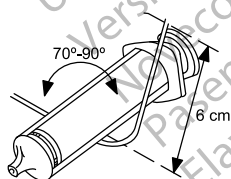

Figure 3. Courber le mandrin
2. Sélectionner le mandrin selon la fonction et la rigidité souhaitées. Si nécessaire, courber délicatement le mandrin à l'aide d'un instrument stérile, à surface lisse (p. ex., le corps d'une seringue de 10 ou 12 ml) (Figure 3 Courber le mandrin en page 19). Une courbure douce risque moins de se redresser qu'une courbure prononcée lorsque le mandrin est utilisé.